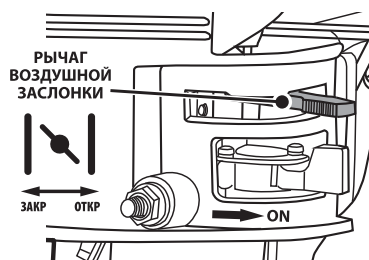

рис. 14
5. Переведите рычаг воздушной заслонки в следующее положение (рис. 14):